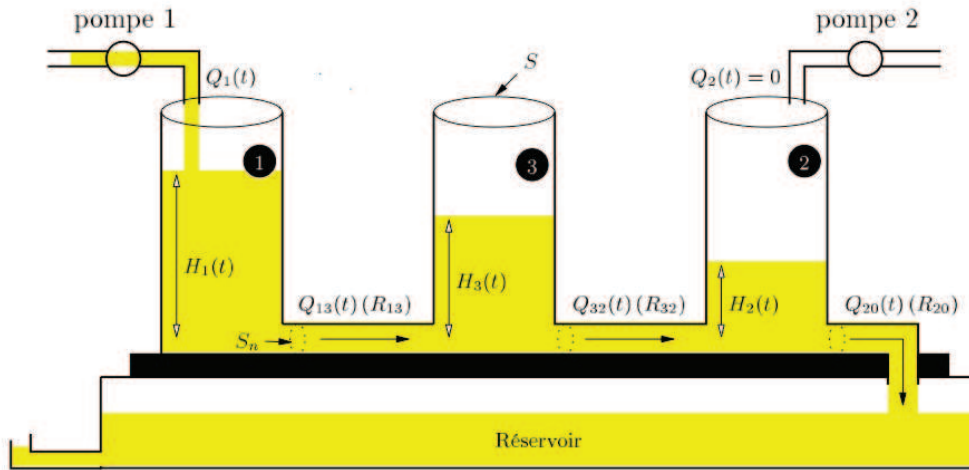

FIG. 1 – Procédé trois bacs
Le système représenté sur la figure 1 est composé de trois bacs cylindriques en plexiglas de section S . Ces trois bacs sont disposés en série (de gauche à droite, on trouve les bacs 1, 3 et 2) et sont reliés par des tuyaux d'écoulement de section S_n . Le dernier bac (2) se vide par un cylindre – également de section S_n – dans un réservoir situé sous les bacs.